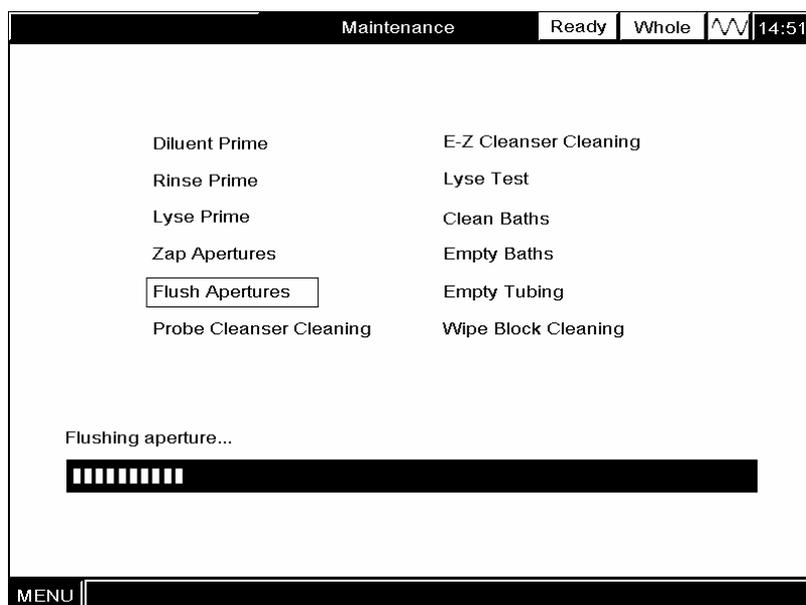

Abbildung 10-7 "Öffnung spülen"-Anzeige
**WÄHLEN** Sie in der "Wartung"-Anzeige "Öffnung spülen" **AUS**, um die Öffnung zu spülen. Der Fortschritt des Spülvorgangs wird am unteren Rand des Bildschirms angezeigt, wie in Abbildung 10-7 dargestellt. Sobald der Spülvorgang beendet ist, erscheint auf dem Bildschirm die Anzeige "Öffnung spülen Ende".